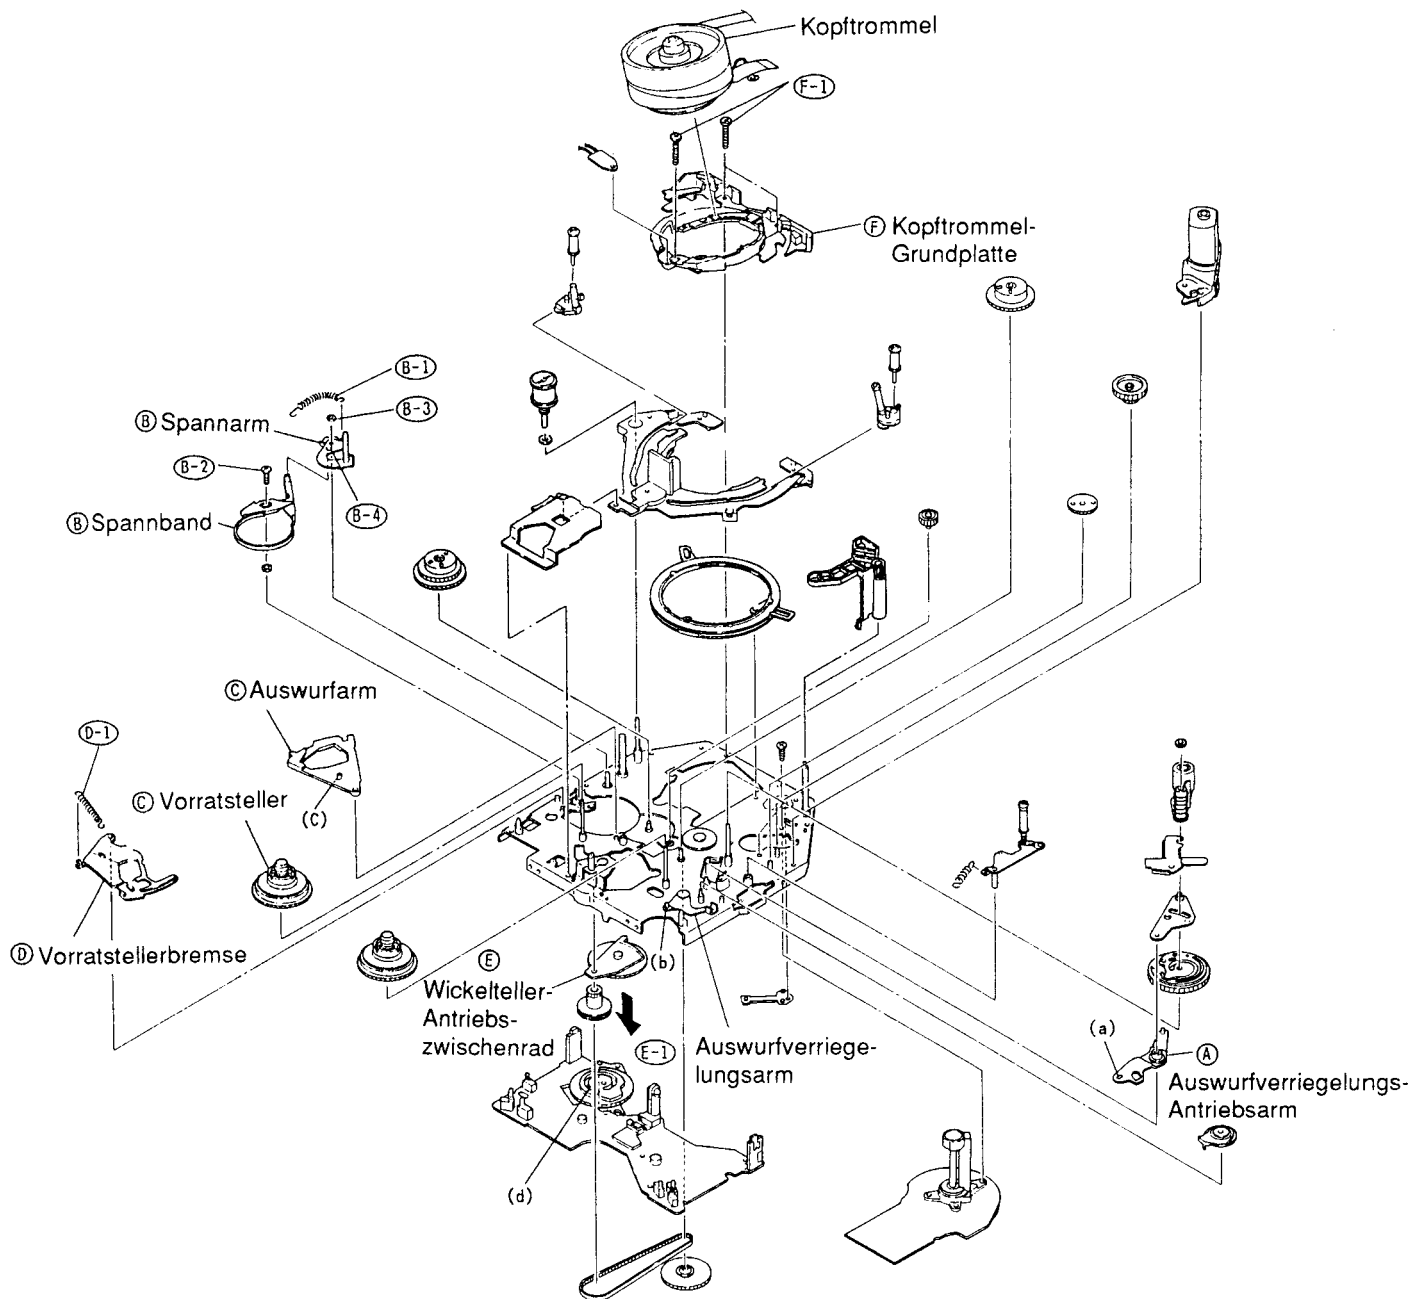

Abb. 4-6
A. Auswurfverriegelungs-Antriebsarm (Abb. 4-6)
- 1) Den Auswurfverriegelungs-Antriebsarm von dem Auswurfverriegelungsarm abnehmen (siehe Abb. 4-6).
B. Spannarm und Spannband (Abb. 4-6)
C. Vorratsteller und Auswurfarm (Abb. 4-6)
D. Vorratstellerbremse (Abb. 4-6)
E. Wickeltellerzwischenrad (Abb. 4-6)
F. Kopftrommel-Grundplatte (Abb. 4-6)